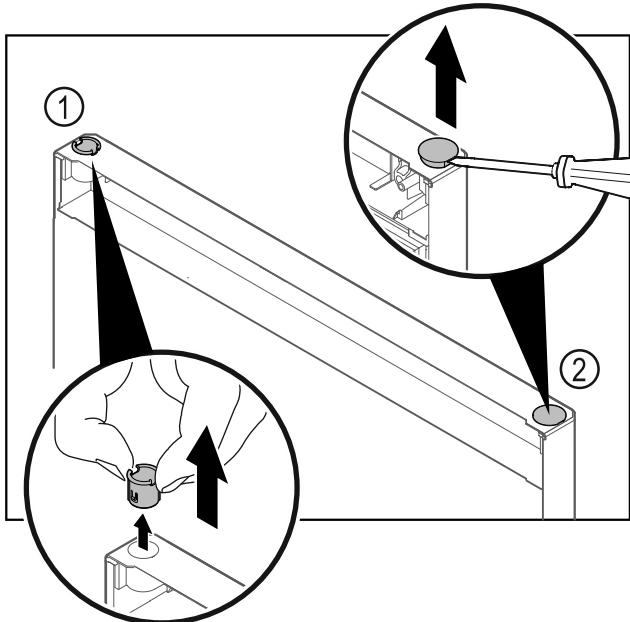

Fig. 27
- Пальцами вытяните шарнирную втулку Fig. 27 (1).
- Шлицевой отверткой осторожно подцепите и извлеките заглушку Fig. 27 (2).